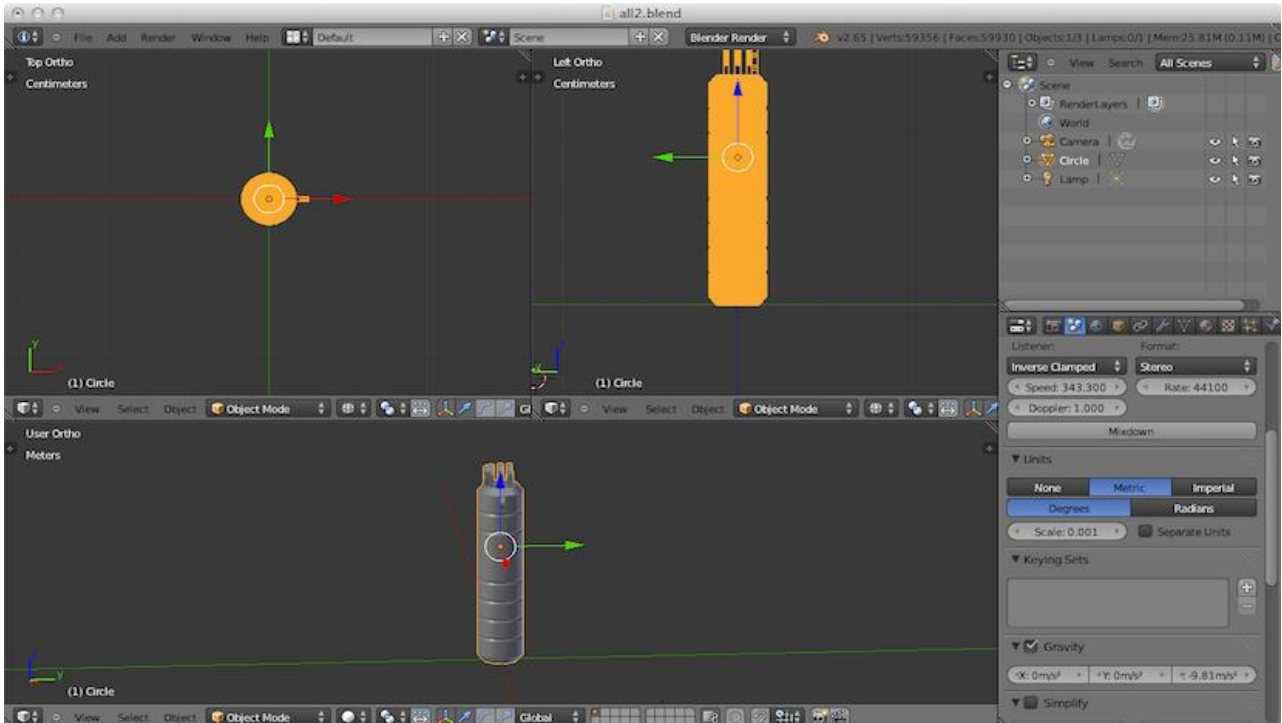

Рис. 2. Создание 3D-модели в ПП Blender
1. Создание 3D-модели (рис. 2). Для реальных размеров объектов в настройках Scene->Unit выбрать Metric\Degrees и Scale указать 0.001, таким образом, все размеры и координаты будут метрические.